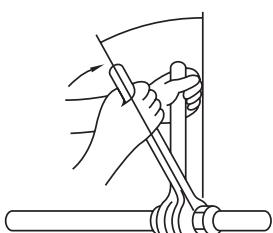

Fig. 5-8
- Nanesite tanak sloj ulja za hlađenje na površinu naleganja cevi. (Fig. 5-8)